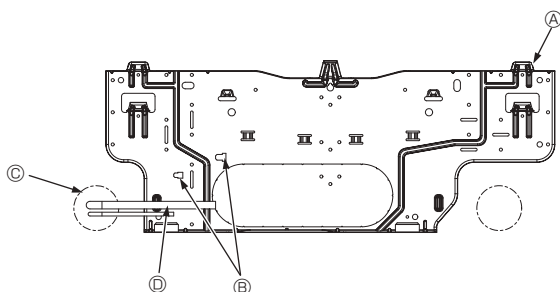

Fig. 3-5
- Ⓓ Śruby mocujące (4 × 25) ②
- Ⓕ Płyta montażowa ①
3.3. Osadzanie rur w ścianie (Fig. 3-5)
- Ⓐ Płyta montażowa ①